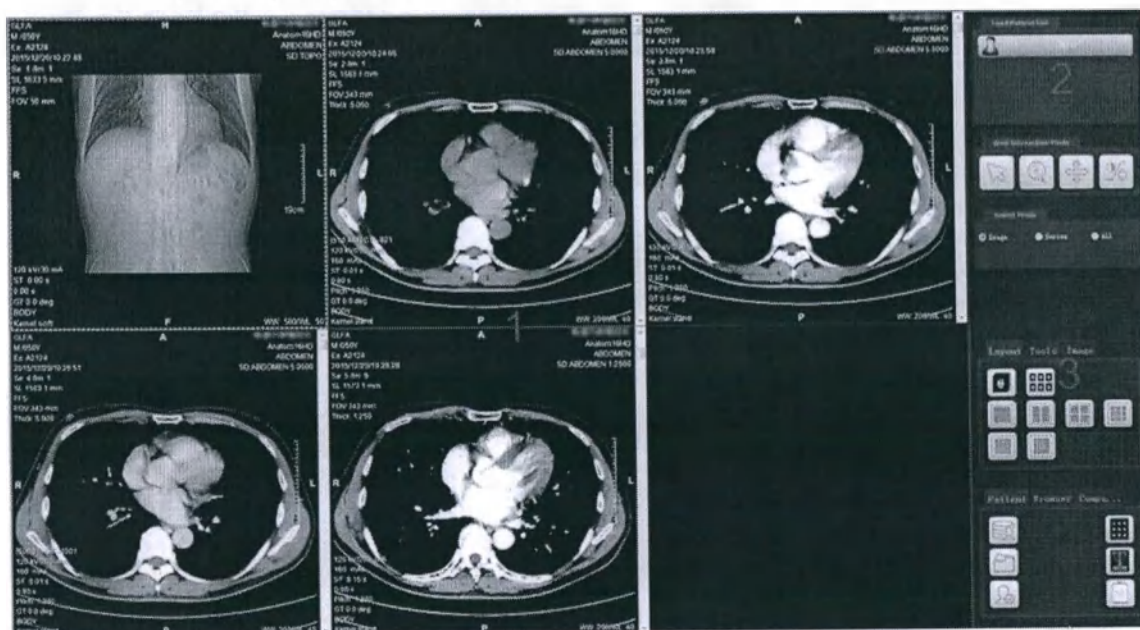
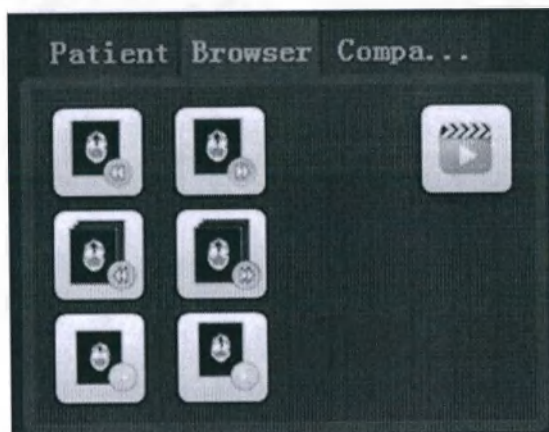

Рисунок 58 Окно просмотра изображения
Рисунок 66 Кнопки браузера
Окно просмотра и работы с изображением представлено ниже на рис. 58.
страницах. Кнопки браузера находятся в поле панелей инструментов (см. рис. 58) в разделе [Браузер] [Browser] (см. рис. 66).
2. Нажмите кнопку  в разделе [Браузер] [Browser] (см. рис. 66), и появится окно с кнопками управления (см. рис. 67).